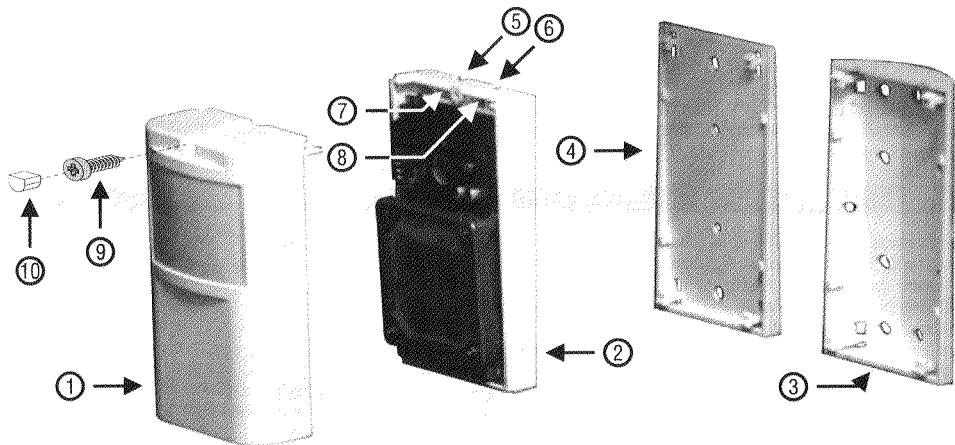

FIG. 2 - Identificazione delle parti costituenti l'LB612
1) Rimuovere il coperchio del sensore svitando la vite [9] dopo aver rimosso il coprivate [10] (fig. 2).
6) Se si è scelto il montaggio in piano e il cavo per i collegamenti è canalizzato esternamente, utilizzare i fori [5] o [6] (fig. 2).
1) Remove the sensor cover, by first removing the screw concealers [10] and then the screws [9] (fig.2).
6) If installation on a flat surface is required and the connection cable is to be externally canalized, utilize holes [5] and [6] (fig.2).